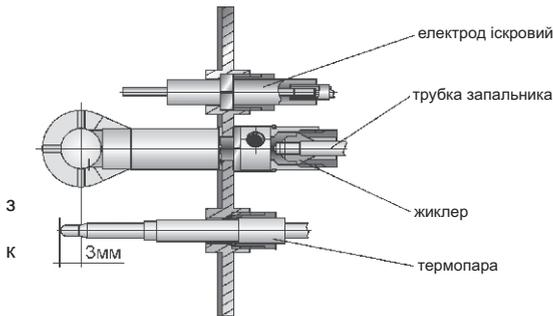

Рис. 3. Запальний пальник
5.1. На корпусі котла встановлений запальний пальник (рис. 3), що служить для розпалювання котла і забезпечення безпечної його роботи.